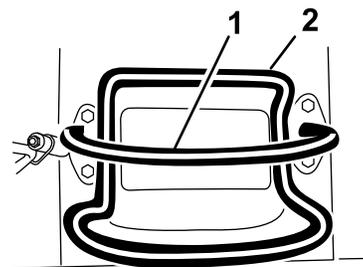

Рисунок 5
- Чтобы остановить машину, отпустите орган управления тягой (Рисунок 5).